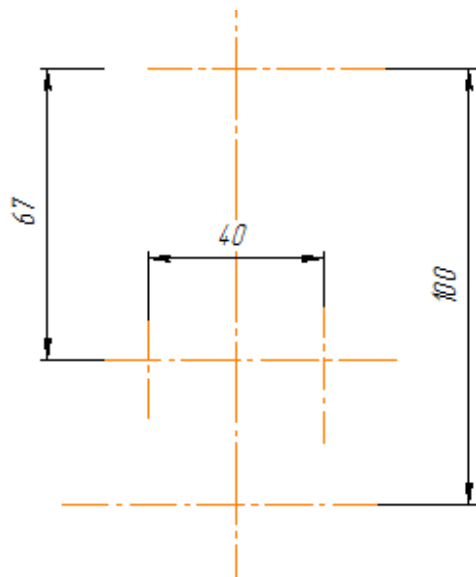

Рисунок 3.2 – Побудова осьових на кресленнику
5. Будуємо вертикальну осьову та центрові ліній для побудови кіл за допомогою  **«Вспомогательная»** (рис. 3.2). Центрові розміщуємо враховуючи розміри деталі.